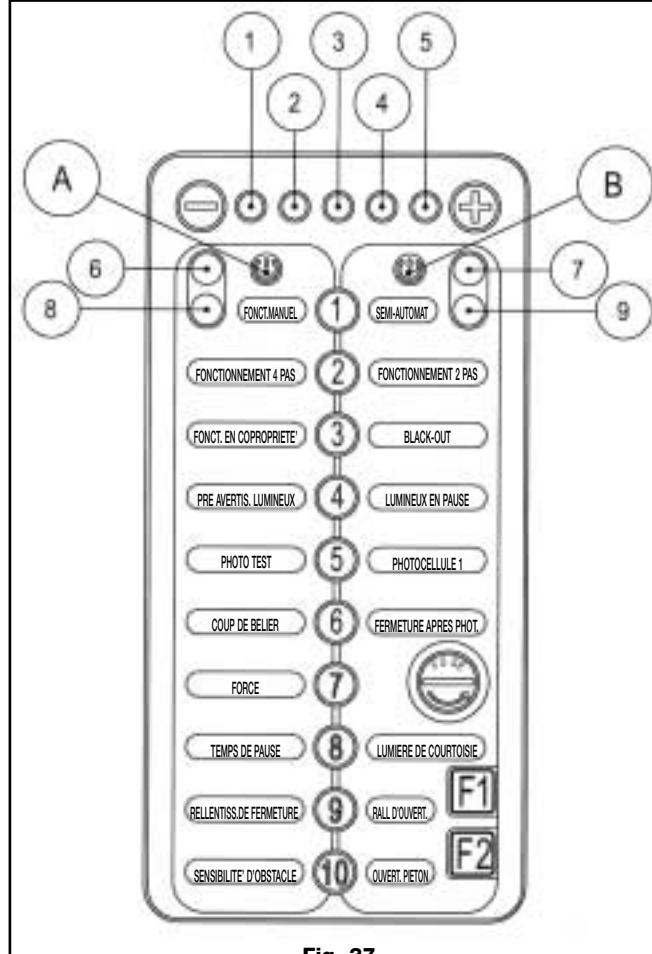

Fig. 37
Le clavier (fig. 37) au niveau de l'unité de contrôle permet de définir les paramètres de toutes les fonctions nécessaires à la mise en marche sûre et contrôlée du système automatisé.
- La sélection du clavier de droite ou de gauche se fait en appuyant sur une des deux touches portant le symbole de l'interrupteur: la touche (A fig. 37) active le <CLAVIER DE GAUCHE>, la touche (B fig. 37) permet de sélectionner le <CLAVIER DE DROITE>.
- Lorsque le clavier a été sélectionné, les Leds rouges (8 et 9 fig. 37) et verts (6 et 7 fig. 37) clignotent alternativement. Il est possible de programmer les paramètres correspondants à l'aide des touches de 1 à 10.
- La série de led horizontale rouges (de 1 à 5 fig. 37) indique la valeur programmée pour le paramètre concerné : plus le nombre de led allumées est élevé, plus la valeur du paramètre est élevée. Elles servent aussi à signaler l'état d'un certain nombre de paramètres.
- Les led latéraux rouges (8 et 9 fig. 37) indiquent un état des paramètres qui n'ont pas été programmés s'ils clignotent, tandis qu'ils indiquent la détection du signal de fin de course (droit ou gauche) lorsqu'ils sont allumés (lumière rouge fixe).
- Les Led latéraux verts (6 et 7 fig. 37) indiquent un état des paramètres programmés ou le bon fonctionnement suivant le clavier sélectionné.
- e) **Lorsque la Led 1 sur la fig. 37 s'allume, la mise en marche est correcte ; relâcher les touches.**
- h) Vérifier que les 2 Leds rouges <OFF> (8 et 9 fig. 37) clignotent et que 4 des 8 Leds latéraux est fixe (fig. 34):
- d) Dès que l'on atteint la fin de course de la fermeture (portail complètement fermé), relâcher la commande ; une des Leds rouges <OFF> (8 et 9 fig. 37) signale que la fin de course est atteinte lorsque la lumière est fixe.
- Vérifier que les Leds vertes 6 et 7 (fig. 37) clignotent en indiquant qu'une valeur de la vitesse a été enregistrée.
- Lorsque le portail est immobile, appuyer sur la touche (A) <CLAVIER GAUCHE> puis sur la touche <7> (fig. 37).
- Vérifier que le Led 8 ou 9 du clavier (fig. 37) signale que la fin de course a été atteinte grâce à une lumière fixée à l'ouverture et à la fermeture.